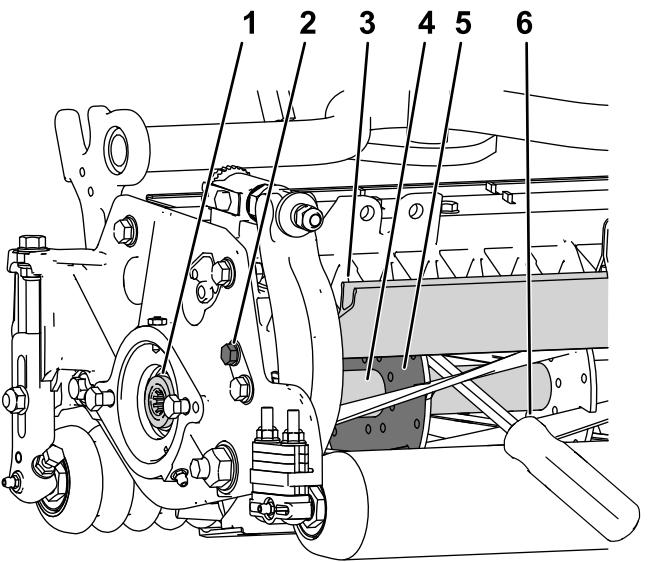

Figura 28
1. Allentate il bullone del deflettore sul lato sinistro dell'apparato di taglio e sollevate il deflettore posteriore (Figura 28).
2. Inserite un piede di porco con manico lungo (3/8" x 12" raccomandato con manico a cacciavite) attraverso la parte posteriore del cilindro di taglio, più vicino al lato dell'apparato di taglio da serrare (Figura 28).
3. Posizionate il piede di porco contro il lato di saldatura della piastra di supporto del cilindro (Figura 28).